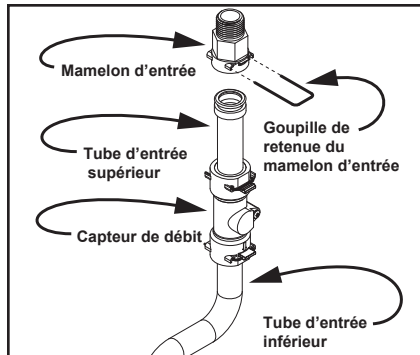

Figure 39 - Détacher et retirer le mamelon d'entrée.
- 1** À l'aide d'un tournevis à tête plate ou d'une pince à bec fin, trouver et retirer la goupille de retenue qui maintient le mamelon d'entrée sur le tube d'entrée supérieur. Voir Figure 39.
- 3** Remonter la plaque-support des mamelons et remettre l'ensemble en place. Voir Figure 39. **AVIS :** Le mamelon d'entrée peut être tourné après la pose de la goupille de retenue pour l'aligner correctement dans la plaque-support.